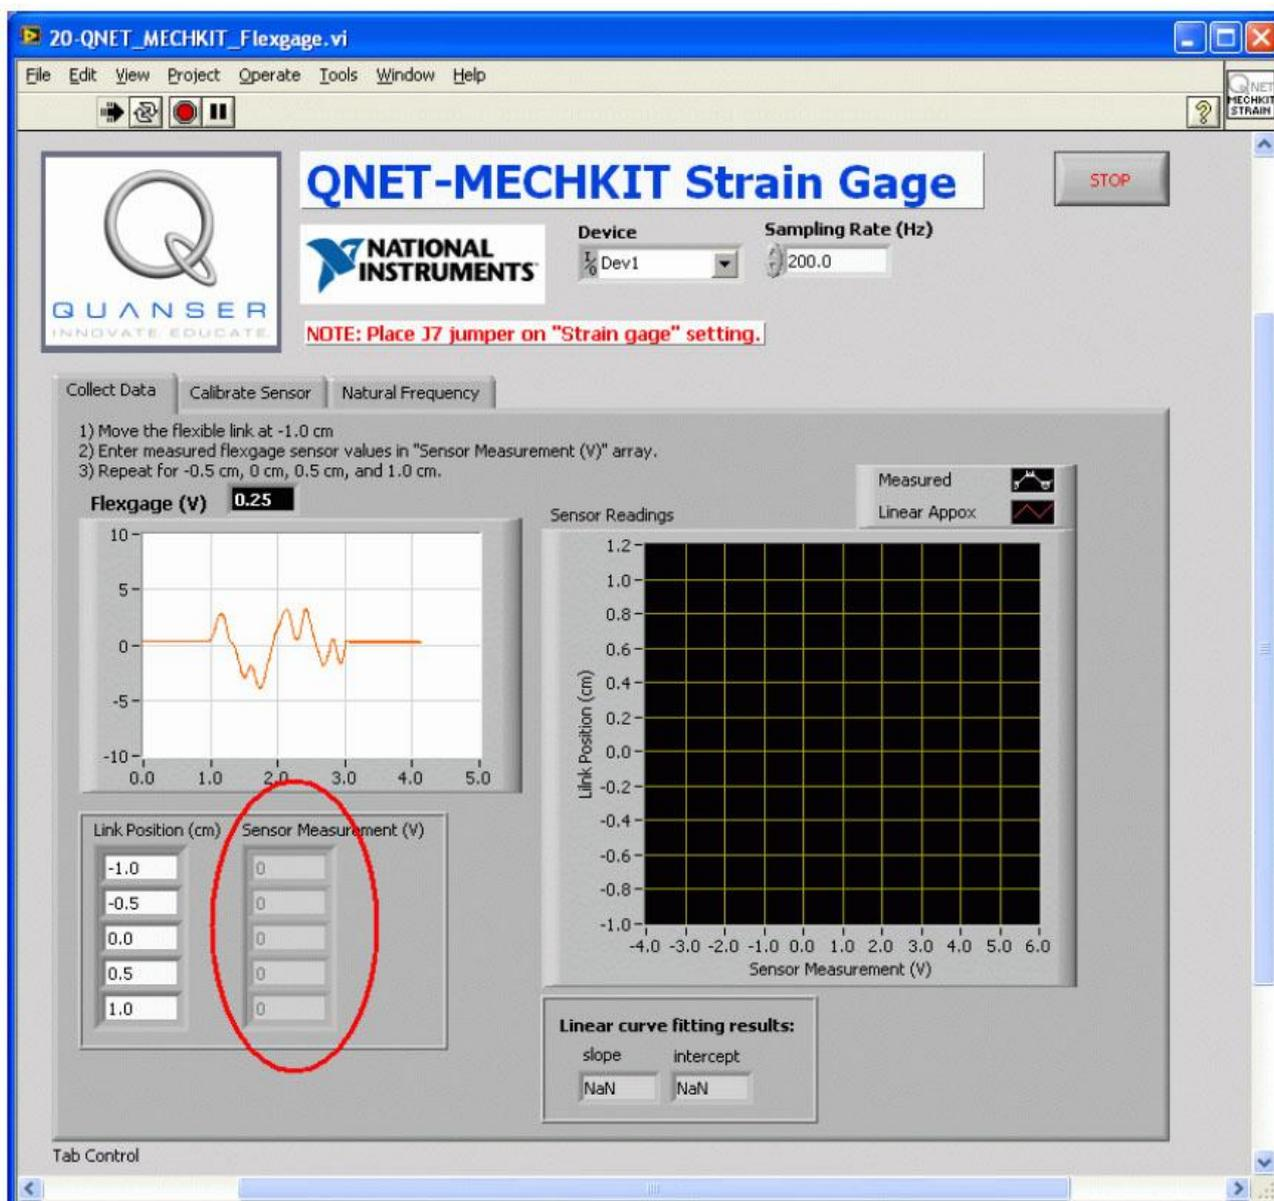

Рис. 27. Сбор результатов измерений с помощью тензодатчика.
1. Запустите VI QNET_МЕЧКИТ_Flexgage.vi (см. ниже рисунок 27).
3. Введите результат измерения напряжения на выходе тензодатчика в массив *Sensor Measurement (V)* (обведен на рисунке 27).